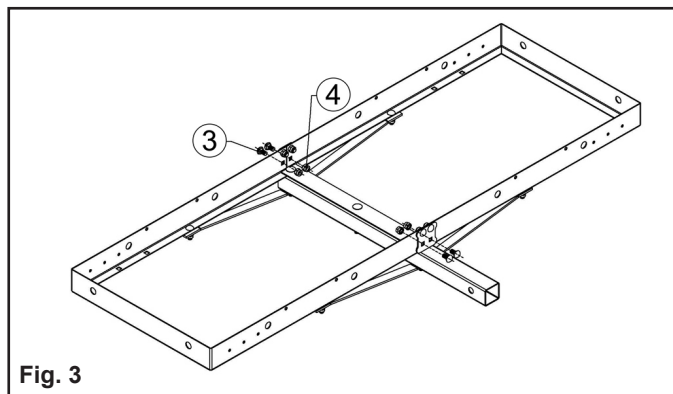

Fig. 3
- Figure 3 :** Visser les quatre (4) boulons de carrosserie M10x20 (pièce 3) restants dans les trous inférieurs des parties du bâti près de chaque extrémité de la plaque d'attache, en les fixant en place avec les contre-écrous M10 restants.